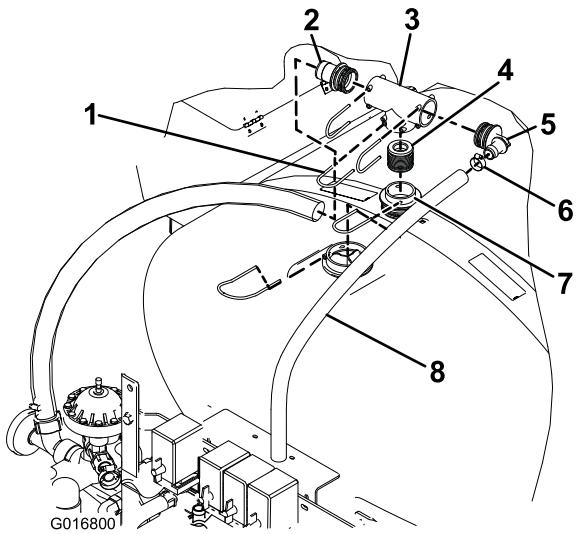

図 3
- T字フィッティングに、90° のホースバーべとストレートのホースバーべを取り付ける（図3）。
2. フォークを使って、各ホースバーブをT字フィッティングに固定する（図 3）。
3. T字フィッティングをコネクタとともにアダプタに取り付け、フォーク 2 本で固定する（図 3）。
4. アダプタをタンク上部にねじ込む（図 3）。
5. キットに入っているホースの一端部に、90°のホースバーブを取り付ける（図 3）。